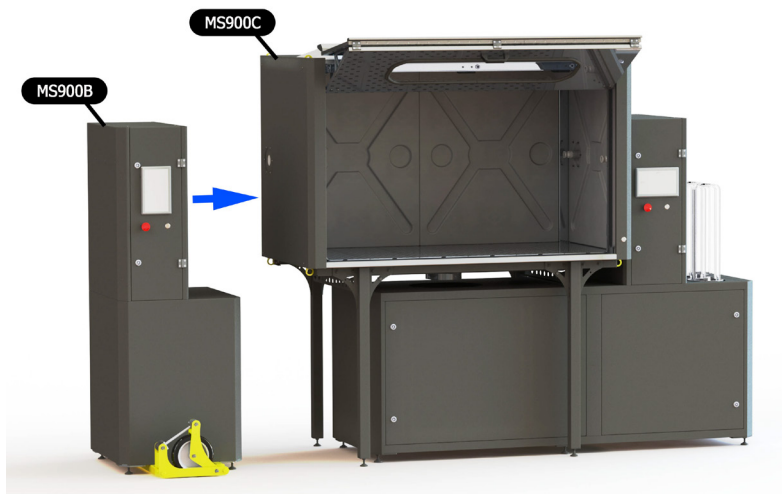

Рисунок 19
4. Установите такелажную тележку под модуль MS900A. Приподнимите модуль на 10-20 мм и придвиньте к модулю MS900C, совместив отверстие на модуле MS900C с CAMLOCK на модуле MS900A (рис. 19).